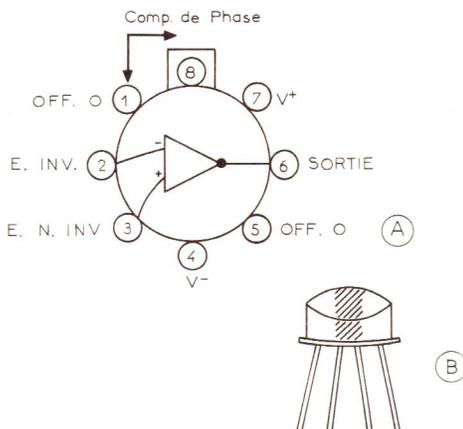

Figure 1
Cet oscillateur pourrait convenir au montage de la figure 1.
La **figure 1** donne, en **A**, le brochage et en **B** l'aspect de ce CI en boîtier cylindrique à 8 fils. Diamètre $9,39 mm$, hauteur $4,68 mm$. Voici des applications de ce circuit intégré.
Le signal à amplifier attaque l'entrée 3 qui (voir figure 1 A) est non inverseuse, désignée selon l'usage par + (rien de commun avec l'alimentation).
- 2° la compensation par $C_c = 56 pF$ entre les points 1 et 8, comme indiqué également à la **figure 1**.